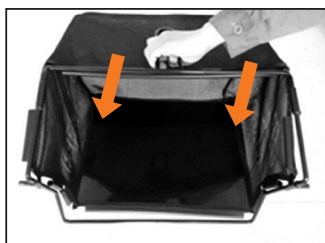

Рис. 7
2. Натяните матерчатый кожух на каркас (рис. 7)